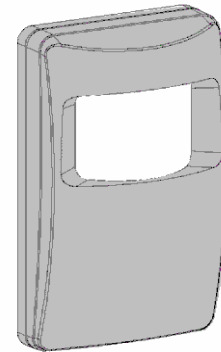

Рисунок 1. Внешний вид
**A.** Выверните винт крепления вниз (см. Рисунок 1) и снимите крышку.